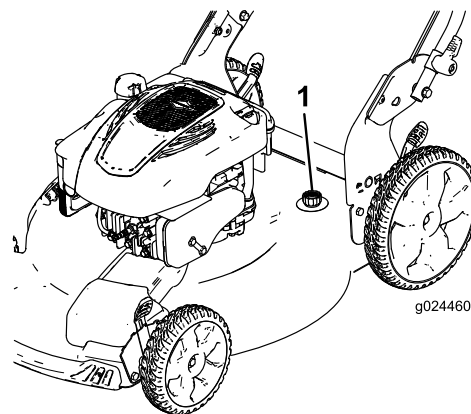

図 28
4. 洗浄ポートにホースを接続し、ホースを水道栓につなぐ 図 28。